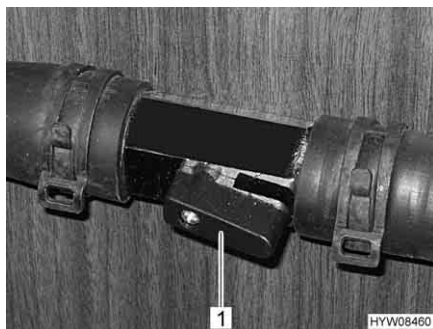

Fig. 107 Rubinetto aperto
- Posizionare la leva (Fig. 107,1) parallelamente alla tubazione (Fig. 107). Più il rubinetto viene aperto, maggiore è la prestazione del riscaldamento.
- Posizionare la leva (Fig. 107,1) verticalmente rispetto alla tubazione. Il circuito di riscaldamento funziona mediante la tubatura di bypass.